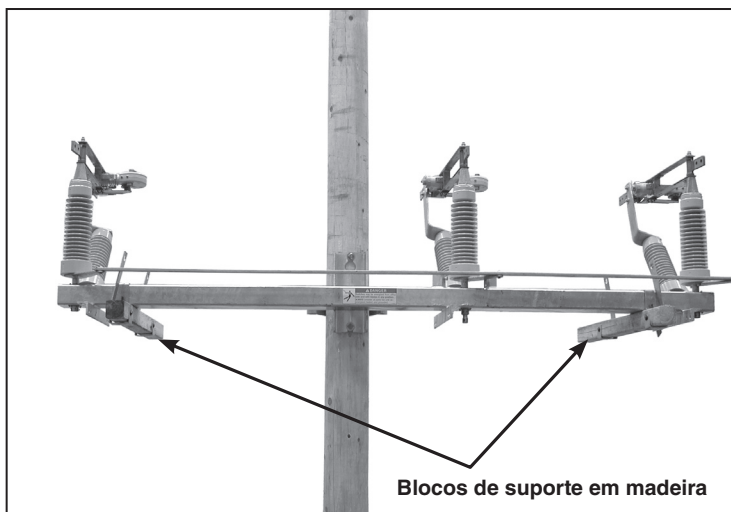

Figura 11. Remova os blocos de suporte de madeira.
PASSO 9. Remova os blocos de suporte de madeira, as alças de levantamento e as alças que prendem o conjunto à base da chave, responsáveis por facilitar o içamento da chave. Ver Figura 11.